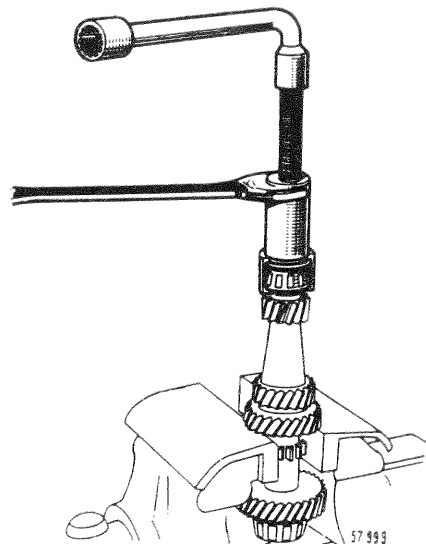

Fig. 58. — Extraction du premier roulement d'arbre primaire côté pont
- Extraire le roulement côté pont à l'aide de l'extracteur B Vi 22 muni de la coquille B Vi 41 (fig. 58).